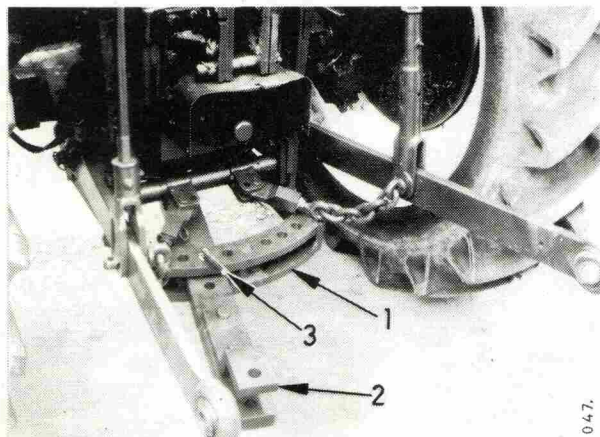

Fig. 24
La barre d'attelage peut également être verrouillée dans une position quelconque, voir (3) Fig. 24.